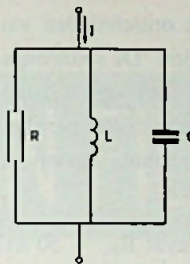

Fig. 10
- ③ Gegeven een parallelschakeling van een weerstand, een verliesvrije spoel en een verliesvrije condensator (fig. 10).